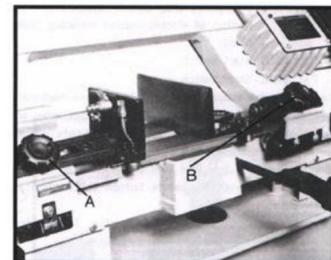

Fig. 8
2. Odkręć pokrętło (A. Rys. 8) i śrubę (B).